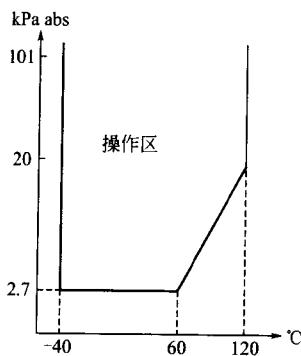

图 1-2 法兰变送器的技术性能
**分析判断** 法兰变送器的工作压力一般要求在大气压以上，如果需要在大气压以下，则工作温度不能太高。经查看，该变送器的技术性能为：静压上限  $2.5\text{MPa}$ ，下限  $2.7\text{kPa abs}$ （绝对压强），过程温度为  $-40 \sim 120^\circ\text{C}$ （图 1-2）。而实际工作条件是：压力在  $0.2\text{MPa}$  左右，温度接近  $120^\circ\text{C}$ ，因此一般情况下是符合技术条件的。